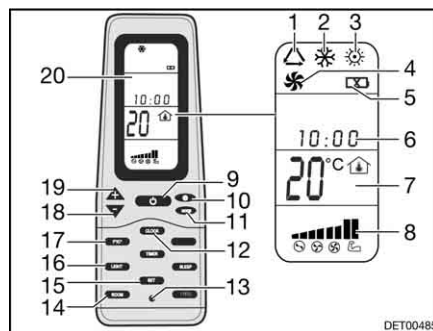

Fig. 189 Telecomando
- Premere il tasto ON/OFF (Fig. 189,9).
- Premere il tasto "Mode" (Fig. 189,11) spesso, finché la modalità desiderata (Fig. 189,1, 2, 3 o 4) viene visualizzata sul display (Fig. 189,20).
- Impostare la temperatura desiderata con i tasti "+" (Fig. 189,19) e "-" (Fig. 189,18).
- Con il tasto velocità dell'aria (Fig. 189,10) selezionare il livello desiderato per la ventola.